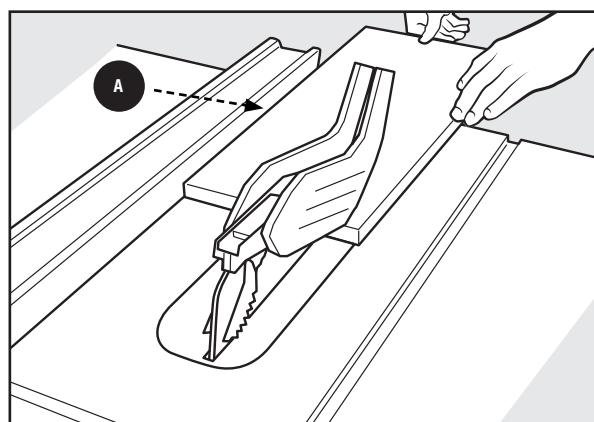

Figura 47
9. Sujete la pieza de trabajo horizontalmente sobre la mesa y contra la guía **A**. La pieza de trabajo **DEBE** tener un borde recto contra la guía y no **DEBE** estar deformada, torcida ni doblada. Vea la posición correcta de las manos en la Figura 47.